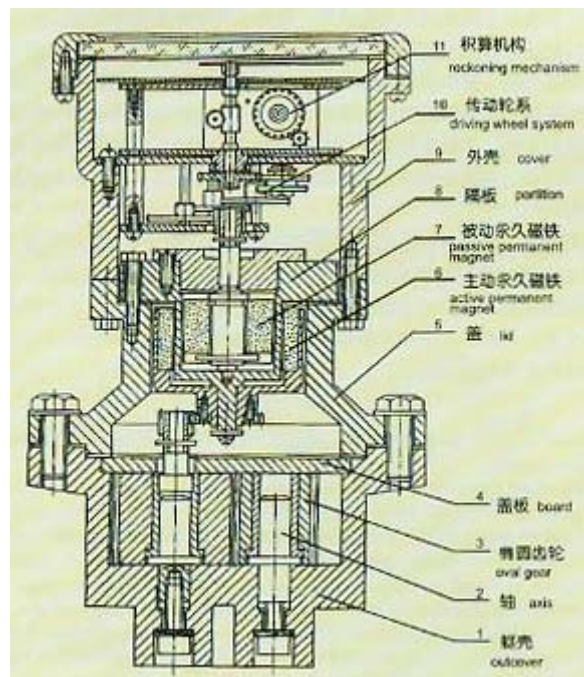
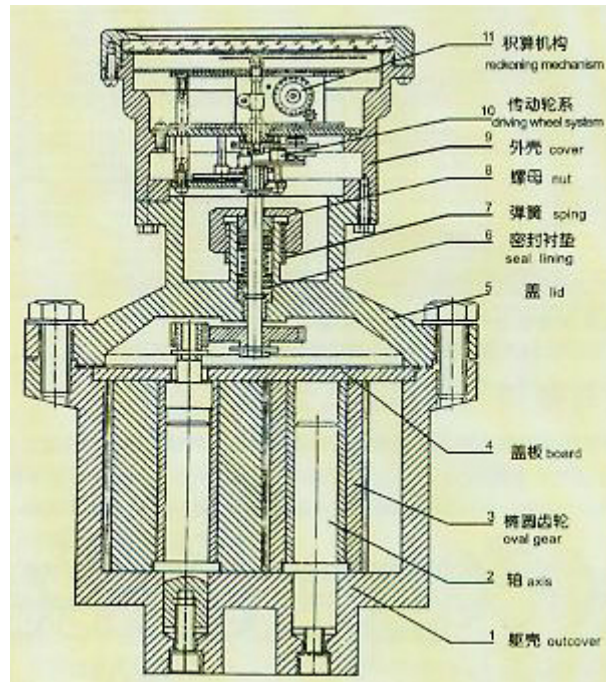

图2 LC型流量计永久磁铁转动结构图
图3 LC型流量计聚四氟乙烯密封转动结构图
- 1、计量室：仪表躯壳①（图 2、图 3、以下同）有铸铁制成，它的内腔与盖板④组成测量室。测量室内有两根不锈钢轴②，一对椭圆齿轮③就套在轴上，靠流量计进出口处的压力差推动而旋转，从而不断地把进口处的液体经新月形空腔计量后送到出口处，每旋转一周，累计处四倍新月形空间的体积。椭圆齿轮与测量室内壁的间隙很小，仅几十微米，以减少仪表的泄漏量。
- 2 密封机构：仪表的测量室是密封的。小口径流量计采用永久性磁性密封机构（见图 2）：
由隔板⑧将主动永久磁铁⑥、被动永久磁铁⑦分开。该结构灵敏度高，密封可靠；大口径流量计采用聚四氟乙烯塑料作填料密封（见图3）：通过调节螺母⑧来改变弹簧⑦的压缩量，使密封衬垫⑥伸张，达到密封目的。该结构比较简单，调整方便。
- 2、仪表在使用过程中，由于齿轮等的磨损，精度往往会变化，以致超差。只要误差范围不超过 1%，一般均可调到合格。例如仪表精度下降到 +0.22%——0.64% (平均误差 - 0.21%)，调换双层齿轮时，首先应看原双层齿轮是多少齿，如果是 38/35，则按 (1) 法调整；若是别的齿轮时，例如是 41/38 齿轮，则应将该齿轮相对应的误差 +0.62% 作为零位，上调 0.21%，使误差减少 0.21% 而变成 0.41%，参照误差调整表，调换上双层齿轮 40/37。(其误差为 0.43%，其 0.41% 最接近)。调整后实际误差减少 0.19%，仪表精度为 +0.41%——0.45%，达到合格范围。
- 4、调换双层齿轮时，先卸下外壳 (图 2、图 3 之⑨)，在其背后拧松轴套① (图 6，下同) 及螺钉③、④，更换调整齿轮②，然后转动调整板⑤，使调整齿轮与传动⑥、⑦齿轮啮合正确，再紧固轴套与螺钉。